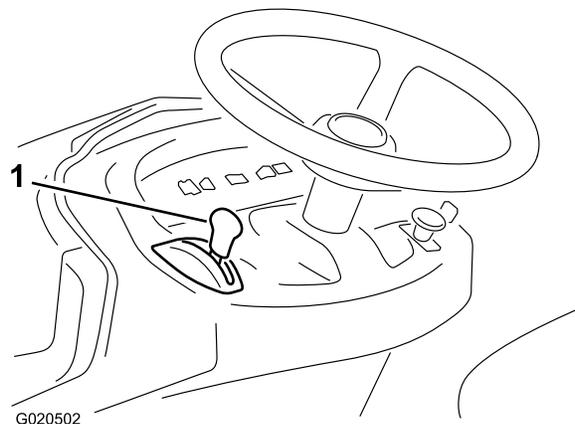

Figure 9
5. Si le moteur est froid, poussez la commande d'accélérateur complètement en avant à la position Starter (Figure 9).
6. Tournez la clé de contact dans le sens des aiguilles d'une montre et maintenez-la en position de Démarrage (Figure 9).
7. Lorsque le moteur démarre, amenez progressivement la commande d'accélérateur en position Haut régime (Figure 9).
1. Placez la commande d'accélérateur à la position Bas régime (Figure 9).
2. Tournez la clé de contact à la position arrêt (Figure 9).